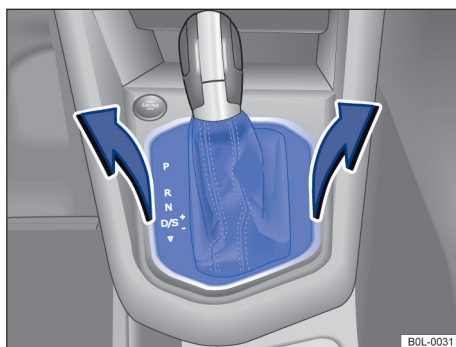

图 87 拆卸换挡槽的盖板
- 将变速杆防尘罩周围的换挡槽盖板及其上连接的导线小心上拉 → 图 87。
- 用螺丝刀工具头插入解锁装置槽口，沿箭头方向略微下压解锁装置 → 图 87；